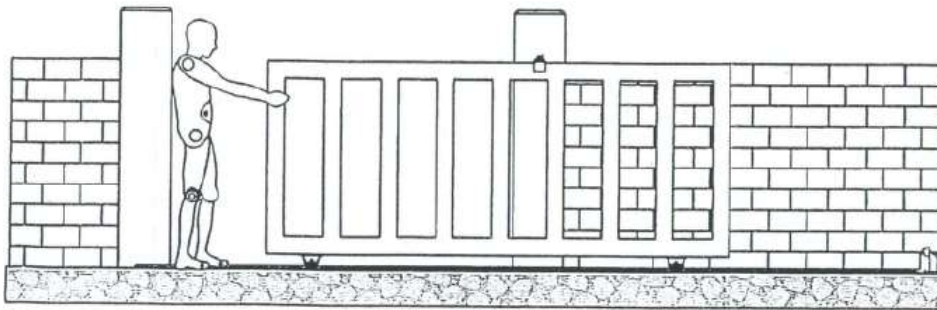

Fig 10
- Asegúrese de que el abridor esté instalado en una posición nivelada y paralela, y que esté debidamente asegurado, y que la puerta se pueda mover suavemente empujándola o tirando de ella con la mano antes de instalar el motor (Fig 10).